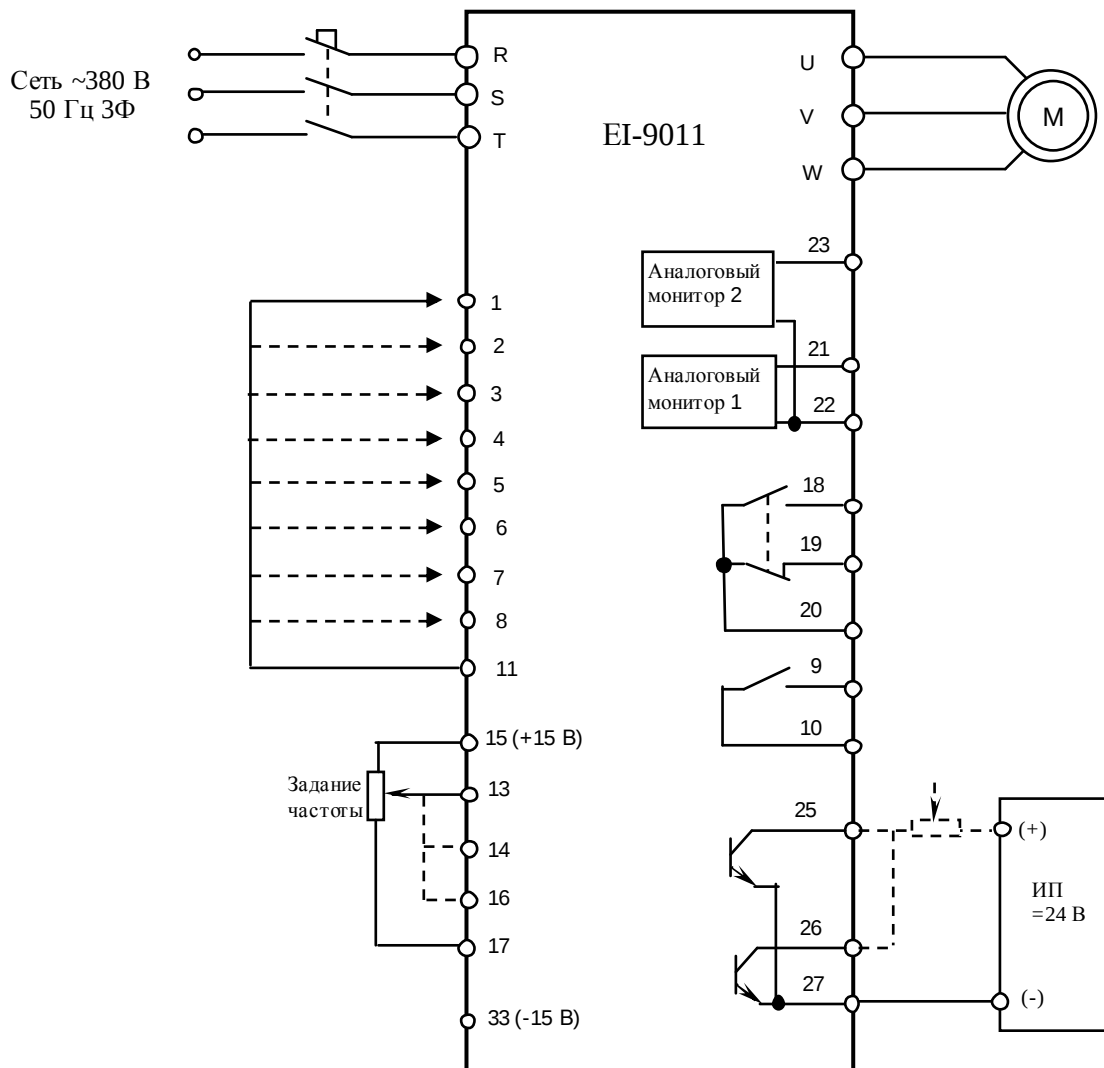

Рис. 4.12. Диагностика входных и выходных цепей управления преобразователя EI-9011.
- 4.12.1. Подключить электродвигатель к выходным клеммам U, V, W (рис.4.12).
4.13.18. Отсоединить потенциометр от клемм 15, 16, 17 и присоединить его к клемме 25 и к источнику питания ≈ 24 В, как показано на рис. 4.12. Включить источник питания. При помощи мультиметра в режиме измерения постоянного напряжения $V=$ измерить напряжение между клеммами 25 и 27 – должно быть $\approx 24 \pm 2$ В.